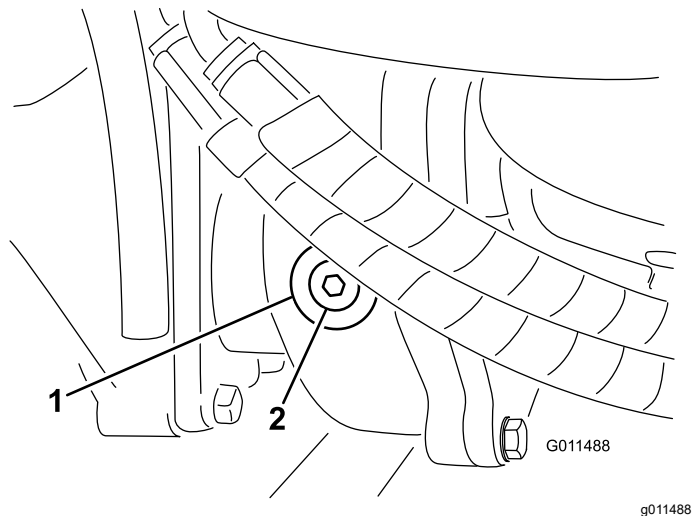

Figura 111
2. Retire el tapón de verificación/llenado del lado izquierdo de la caja de engranajes (Figura 111) y asegúrese de que el lubricante llega al borde inferior del orificio. Si el nivel es bajo, añada suficiente lubricante para que el nivel llegue al borde inferior del orificio.